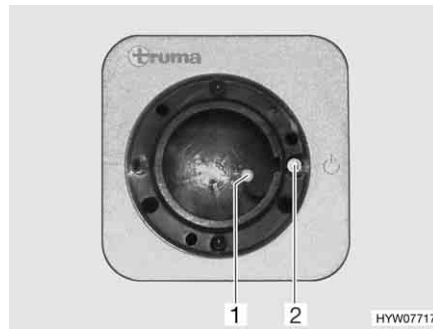
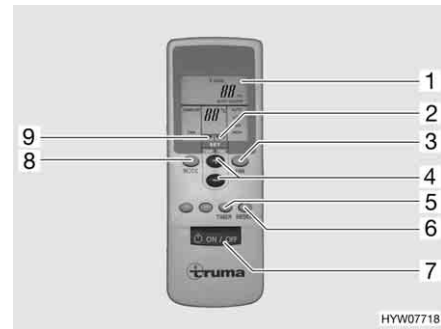

Fig. 138 Récepteur
Fig. 139 Télécommande
- Mettre en marche la télécommande à l'aide de l'interrupteur (Fig. 139,7). Le voyant de contrôle vert (Fig. 138,1) indique le mode de refroidissement.
- Régler le mode de fonctionnement souhaité à l'aide de la touche (Fig. 139,8).
- Régler si nécessaire la puissance de ventilation et la température de la pièce souhaitées à l'aide des touches (Fig. 139,3 et 4). La flèche (Fig. 139,9) indique le mode de réglage sélectionné.
- ▷ Sur le récepteur se trouve un interrupteur supplémentaire (Fig. 138,2) permettant de mettre en marche ou d'arrêter la climatisation sans télécommande. Lorsque la climatisation est mise en marche à l'aide de cet interrupteur, le mode de fonctionnement réglé sur la télécommande lors de la dernière utilisation est sélectionné automatiquement.
- Pour éteindre la climatisation, appuyer à nouveau sur la touche (Fig. 139,7) de la télécommande.
- Pour effectuer la programmation, allumer la climatisation à l'aide de la touche (Fig. 139,7) de la télécommande.
- Régler le mode de fonctionnement et la température de la pièce souhaités à l'aide des touches (Fig. 139,8, 3 et 4).
- Sélectionner à l'aide de la touche (Fig. 139,5) la fonction souhaitée (Fig. 139,1) :
- Sélectionner le temps de retard souhaité (de 1 à 15 heures) à l'aide des touches (Fig. 139,4). La flèche (Fig. 139,2) clignote et indique le mode de réglage.
- ▷ En appuyant sur la touche (Fig. 139,6), les réglages de la télécommande sont à nouveau envoyés au récepteur.